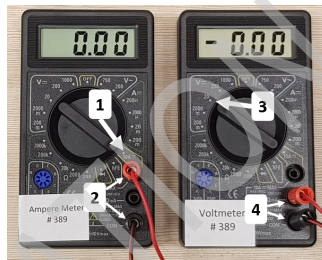

Рисунок 3 – Амперметр и вольтметр
12. Вольтметр – используйте режим 20 V DC (постоянный ток, рис. 3).
13. Амперметр – используйте режим 10 A DC (постоянный ток, рис. 3).